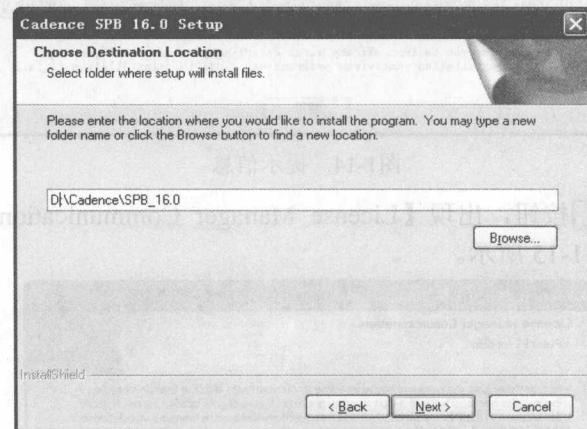

图 1-18 设定安装目标文件夹
(14) 单击 **Next >** 按钮，设定安装的目标位置，如图 1-18 所示。